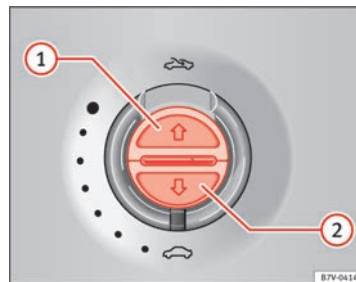

Fig. 60 Nel rivestimento interno del tetto: tasti per la tendina parasole.
Apertura completa (automaticamente):	Premere il tasto ⇒ fig. 60 1 brevemente.
Fermare il funzionamento automatico:	Premere brevemente il tasto ⇒ fig. 60 1 o ⇒ fig. 60 2 .
Regolare la posizione intermedia:	Mantenere premuto il tasto ⇒ fig. 60 1 o ⇒ fig. 60 2 fino a raggiungere la posizione.
Chiusura completa (automaticamente):	Premere il tasto ⇒ fig. 60 2 brevemente.
- *Tendina parasole*: Entro 5 secondi dall'attivazione del limitatore di forza premere il tasto ⇒ **fig. 60** fino a che la tendina parasole è completamente chiusa.